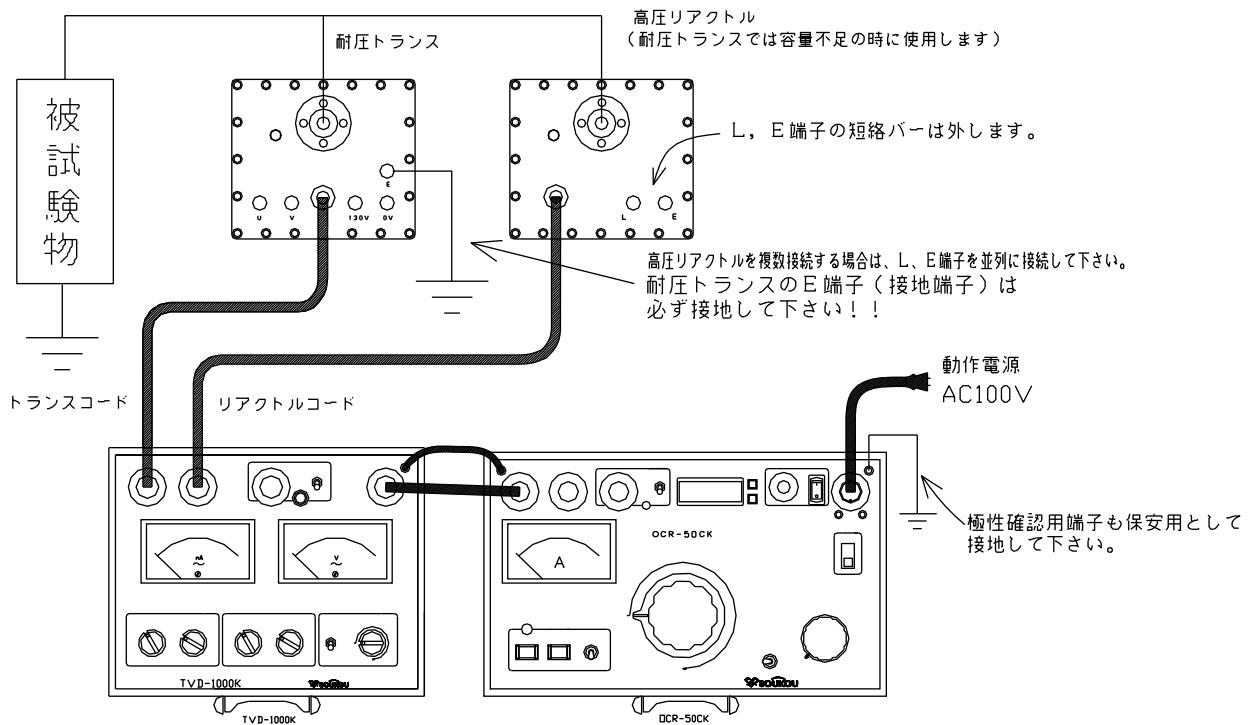

図5：試験回路図
3. 以上のような点に注意し、試験回路を構成します。（図5）